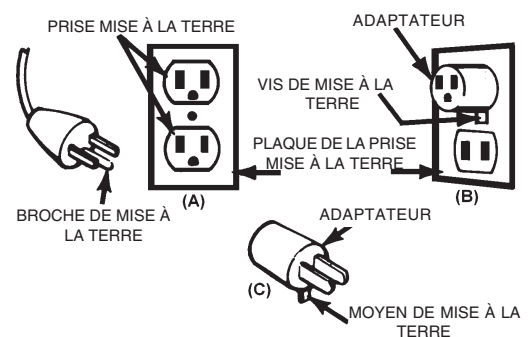

FIGURE 1 MÉTHODES DE MISE À LA TERRE
Le cordon électrique du chargeur est muni d'un fil de mise à la masse et d'une fiche à broche de mise à la terre. Le chargeur doit donc être raccordé à une prise de courant mise à la terre conformément au code de l'électricité et aux règlements municipaux. Ce chargeur de batterie est conçu pour être raccordé à un circuit électrique de 120 V et son cordon est muni d'une fiche comme celle que l'on retrouve sur la Figure 1 (A). Cette fiche doit être branchée dans une prise mise à la terre. La broche et les deux lames de la fiche doivent s'adapter à la prise de courant (sortie).
**ADAPTATEUR**: Un adaptateur temporaire, comme le montre la Figure 1 (B) et (C), peut être employé pour brancher la fiche du chargeur à une prise bipolaire, comme le montre la FIGURE 1 (B).